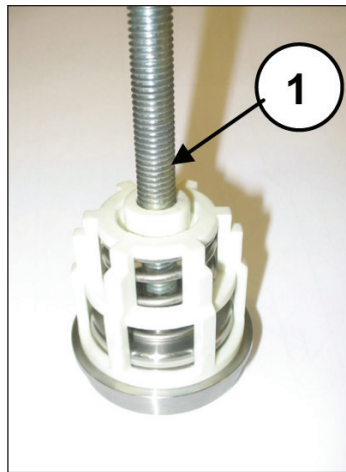

Abb. 37
- Bauen Sie die Saug- und Druckventilgruppen durch Anziehen einer ausreichend langen Schraube M10 aus, um die Ventilscheibe betätigen und die Ventilführung aus dem Ventilsitz herausziehen zu können (Abb. 37, Pos. ①).